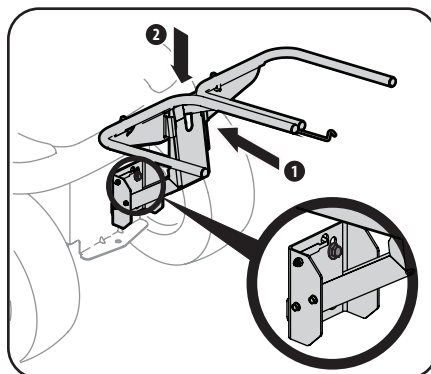

Figura 4-3
1. Deslice el conjunto del soporte vertical (819-010511) hacia los tornillos con reborde. Una vez que entren en contacto, empuje el conjunto para asegurarlo en su lugar, como se muestra en la Figura 4-3.